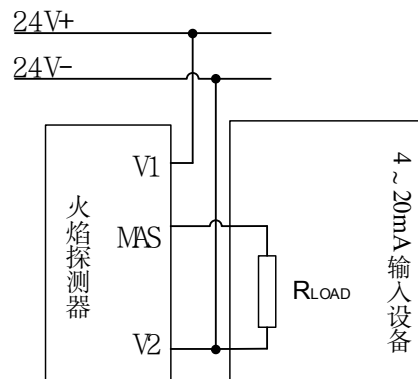

图 7 4~20mA 输出接口接线图
- 如图 7 所示，火焰探测器的 4~20mA 输出功能，需配合 V1、V2 电源使用。